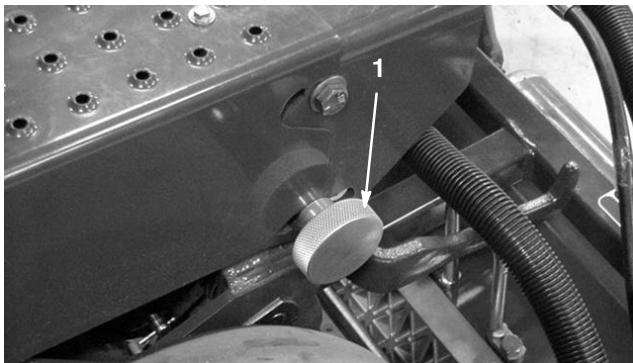

Figure 5
3. Retirez la goupille fendue de fixation du bouton de blocage du bras de direction (Fig. 5) et déposez le bouton.